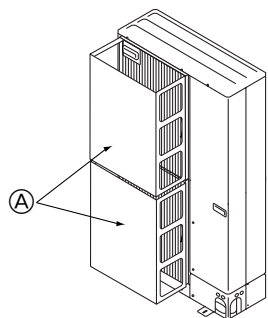

Fig. 2-15
① Se l'unità viene installata in luoghi in cui vi è il rischio che nell'uscita aria penetrino forti venti da tifone, ecc., installare una guida opzionale per l'aria. (Fig. 2-15)